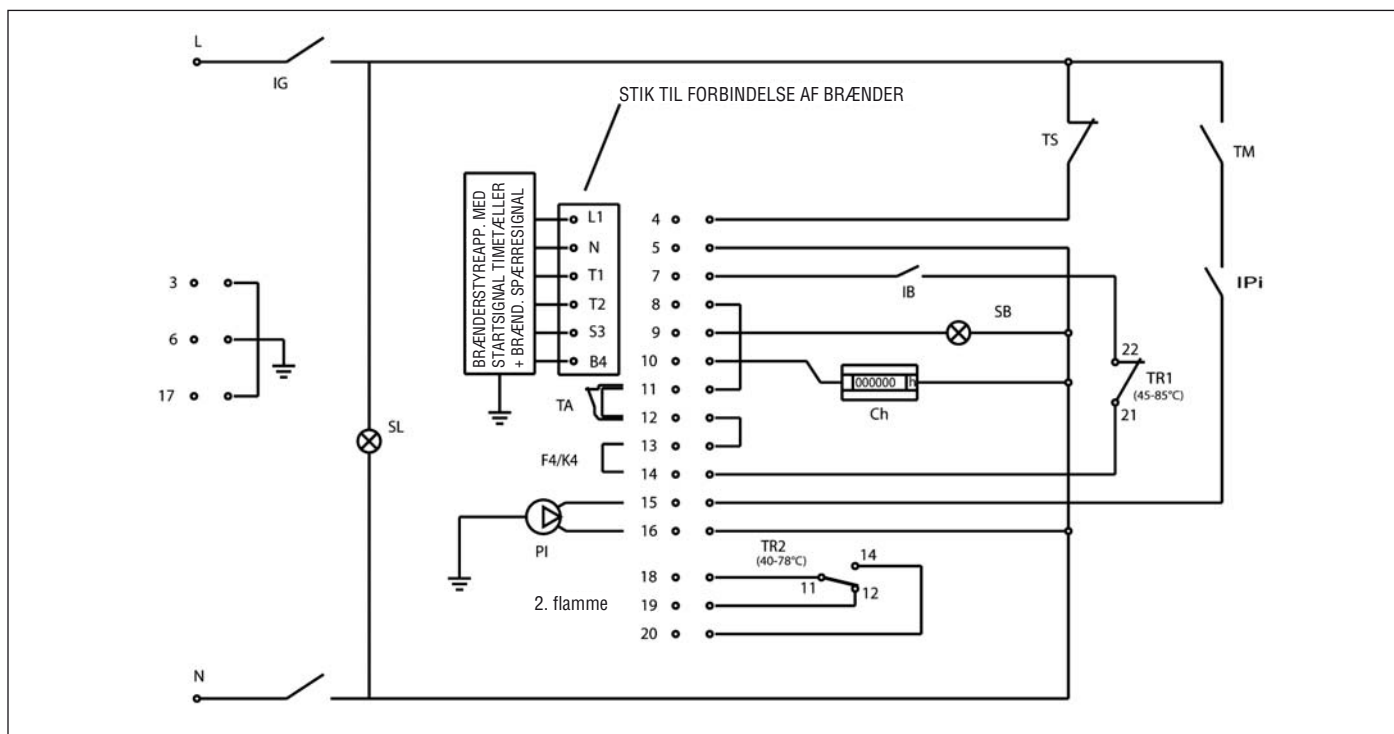

Fig. 17
7.2 Eldiagram for enfaset brænder og pumpe (Fig. 17)
10.4 Rengøring af kedlen (Fig. 17)